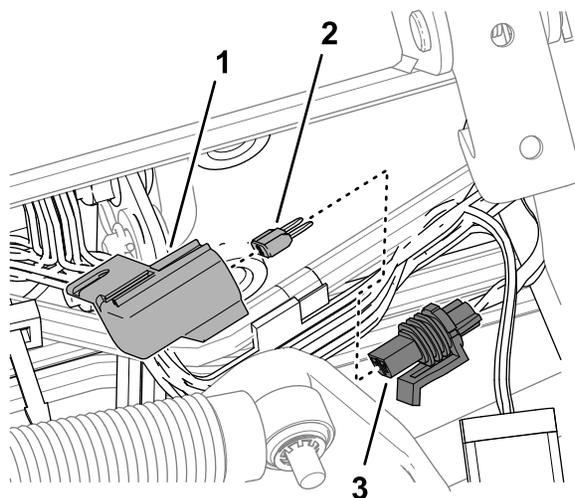

图 99
3. 从标有 10 A 保险丝远程信息处理电源的串联保险丝座上拆下盖子 (图 99)。